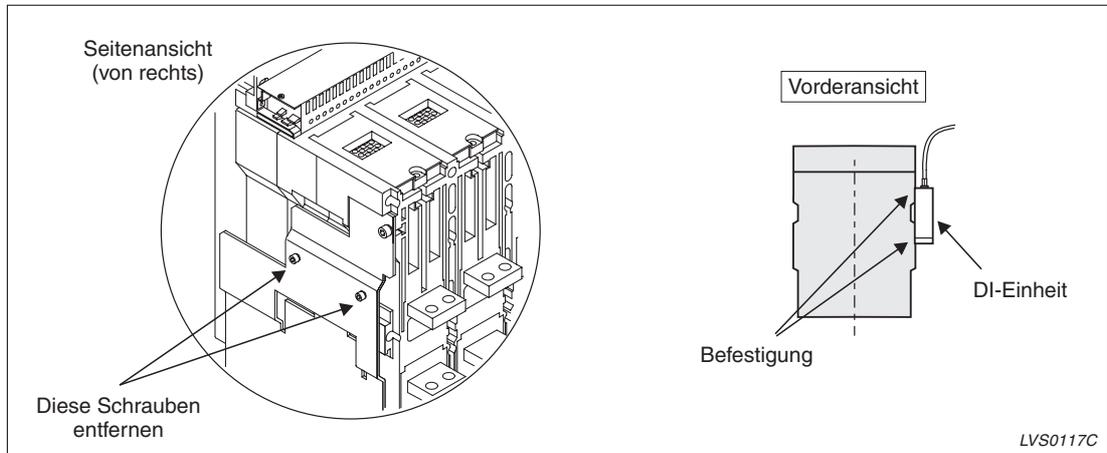

Abb. 4-57: Montage der DI-Einheit am Schalter (Festeinbau)
- ① Entfernen Sie die Sechskantschrauben von der rechten Seite des Rahmens (s. Abb. 4-57).
- ② Befestigen Sie die DI-Einheit mit M6-Schrauben und Federringen (Anzugsmoment 2,9–3,8 Nm) an der rechten Seite des Rahmens.